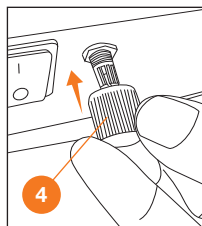

Рис. 11
6. Установите рукоятку регулировки расхода жидкости (**DSA 12Li SET**) **4** (Рис. 11).